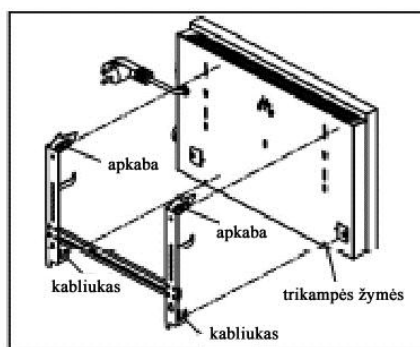

Fig. 3
- 3) Pritvirtinkite šildytuvą prie laikiklio; įsitinkite, kad kabliukas ant laikiklio sutampa su kabinimo anga ant šildytuvo galinės dalies(trikampiai ženklai). Suderinkite laikiklio apkabą su tvirtinimui skirtomis angomis šildytuvo galinėje dalyje. Stumkite laikiklio apkabą tvirtai į angą, kol ji saugiai užsifiksuos. (fig.3).